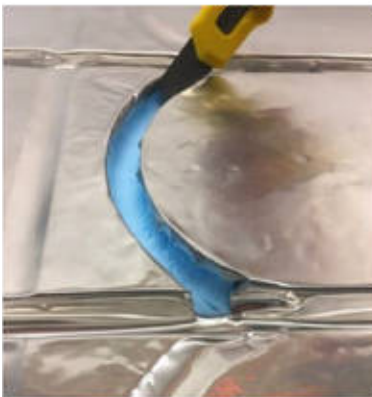

Abbildung 1
5. Die Heizungsrohre werden in die Platten eingelegt. Die Rillen der ZEW O XPS Trockenbauplatten verfügen über eine praktische  $\Omega$ -Form und halten die Heizungsrohre nach leichtem Andrücken. Alle Platten verfügen über Rücklaufrillen und lassen sich leicht mit einem Cuttermesser vorbereiten (siehe Abbildung 1).
6. Die Heizungsrohre werden in die Platten eingelegt. Die Rillen der ZEW O XPS Trockenbauplatten verfügen über eine praktische  $\Omega$ -Form und halten die Heizungsrohre nach leichtem Andrücken. Alle Platten verfügen über Rücklaufrillen und lassen sich leicht mit einem Cuttermesser vorbereiten (siehe Abbildung 1).
4. Die Heizungsrohre werden in die Platten eingelegt. Die Rillen der ZEW O XPS Trockenbauplatten verfügen über eine praktische  $\Omega$ -Form und halten die Heizungsrohre nach leichtem Andrücken. Alle Platten verfügen über Rücklaufrillen und lassen sich leicht mit einem Cuttermesser vorbereiten (siehe Abbildung 1).
5. Die Heizungsrohre werden in die Platten eingelegt. Die Rillen der XPS 500 ZEWO XPS Trockenbauplatten verfügen über eine praktische  $\Omega$ -Form und halten die Heizungsrohre nach leichtem Andrücken. Alle Platten verfügen über Rücklaufrillen und lassen sich leicht mit einem Cuttermesser vorbereiten (siehe Abbildung 1).
4. Die Heizungsrohre werden in die Platten eingelegt. Die Rillen der XPS 500 ZEWO XPS Trockenbauplatten verfügen über eine praktische  $\Omega$ -Form und halten die Heizungsrohre nach leichtem Andrücken. Alle Platten verfügen über Rücklaufrillen und lassen sich leicht mit einem Cuttermesser vorbereiten (siehe Abbildung 1).